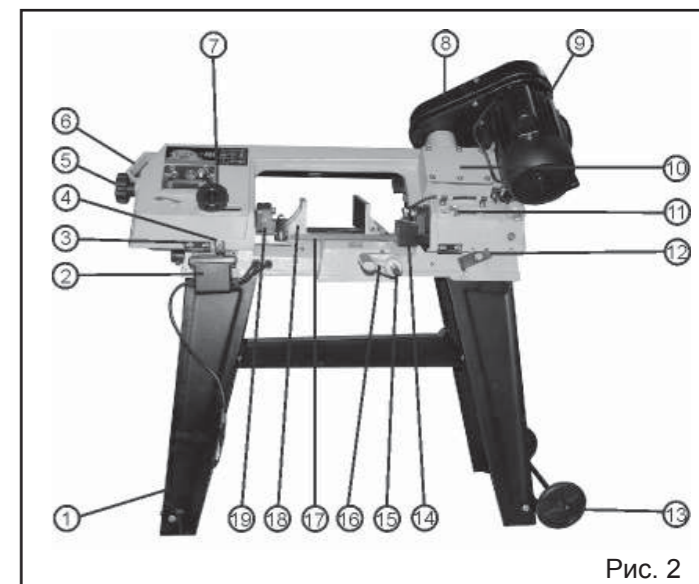
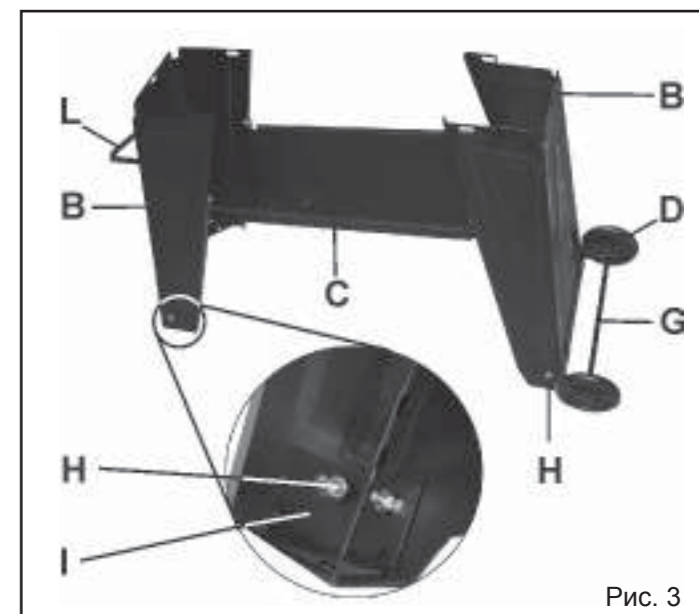

Рис. 2
Рис. 3
7. УСТРОЙСТВО ЛЕНТОЧНОЙ ПИЛЫ (Рис. 2)
8.1.2. Используя детали поставки: стойка (В) – 2шт., поддон (С), ролик (D) – 2шт., балка (G), опора (I) – 4шт., ручка стойки (L) и детали крепления (H) Рис.1 собрать, как показано на Рис.3 основание. Ролики (D) и ручка стойки (L) – зафиксировать шплинтами.
8.2.1. Ленточную пилу (А) установить и используя болтовые соединения деталей крепления (H) Рис.1, закрепить на основании (1) Рис.2.
8.2.2. Для повышенной устойчивости, через специальные отверстия (в опорах I Рис.3) в нижней части основания (1) Рис.2, ленточную пилу рекомендуется закрепить анкерным соединением к поверхности пола.
8.3. Установка подвижного упора (рис.2)
8.3.1. В специальное отверстие станины ленточной пилы установить и закрепить ось упора (15), на оси упора установить и закрепить упор (16) Рис.2.
9.1.4. По окончании выполнения пунктов 9.1.1 – 9.1.3 закрыть кожух привода (8) в противном случае Вы не сможете включить ленточную пилу т.к. кожух привода (8) оборудован конечным выключателем Рис.2.